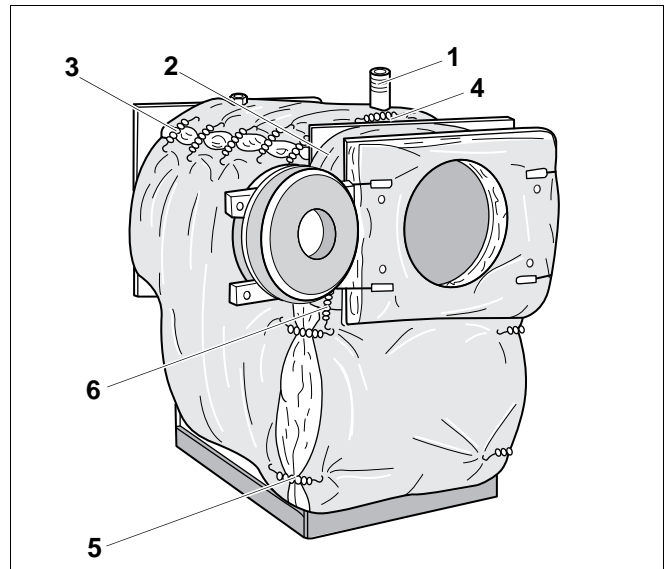

Рис. 8 Укладка и крепление теплоизоляции
- Оберните корпус котла теплоизоляционным матом сверху внахлест и закрепите сверху 5 пружинными стяжками (рис. 8, поз. 3).
- Вырез для устройства контроля количества воды (рис. 8, поз. 1) скрепите 2 пружинными стяжками (рис. 8, поз. 4).
- Приложите к передней стенке корпуса котла снизу переднюю теплоизоляцию и прикрепите слева и справа 2 пружинными стяжками к изоляции корпуса (рис. 8, поз. 5).
- Уложите теплоизоляционную полосу (рис. 8, поз. 2) сверху вокруг кольца обшивки котла и прикрепите ее внизу справа и слева 2 стяжными пружинами к переднему теплоизоляционному мату (рис. 8, поз. 6).